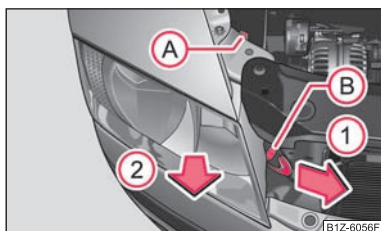

Fig. 147 Smontaggio del faro principale
- Svitare il dado di plastica **A** ⇒ fig. 147.